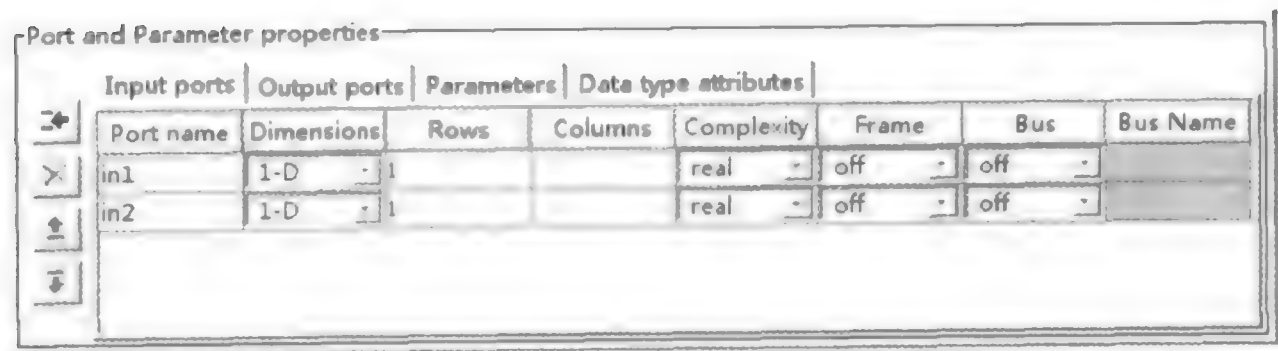
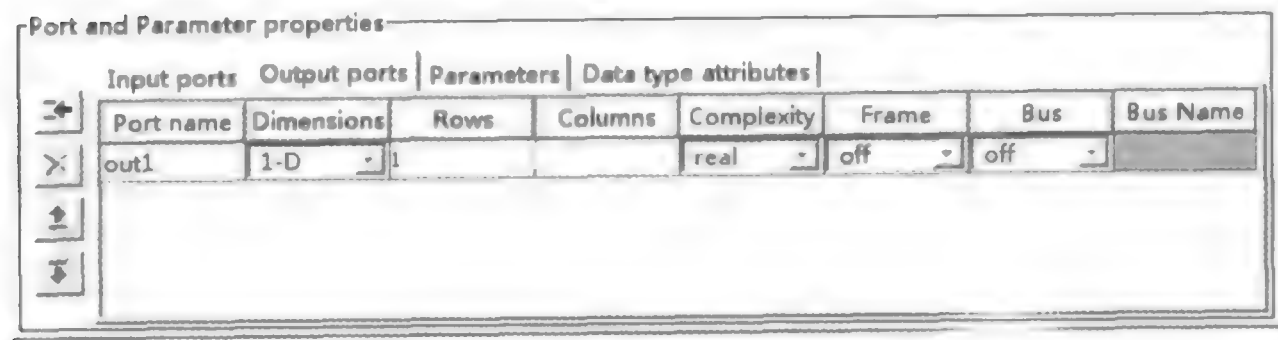

图 4.4.20 Input Ports 界面
图 4.4.21 Output Ports 界面
- (1) 在 S-function name 字段中写入 add。
- (2) 由于本例中不包含连续或离散状态,初始化页面不需要更改。
- (3) 在 Data Properties 中,将输入/输出定义为 in1、in2、out1,如图 4.4.20、图 4.4.21 所示。